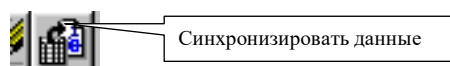

Рис. 34
5. Система проставила в спецификации номера позиций объектов согласно ГОСТ 2.108-68. Необходимо согласовать проставленные номера позиций в спецификации с номерами позиций в сборочном чертеже. Для этого нажмите кнопку **Синхронизировать данные** на Панели управления, рис. 34.